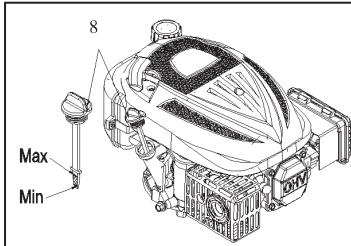

Fig. 7
- Verwijder de olievuldop / peilstok (8) en veeg deze schoon.
- Steek de olievuldop/peilstok (8) in de olievulnek, zoals getoond. Schroef de dop er echter niet in, maar verwijder de dop om het oliepeil te controleren.
- Indien het oliepeil bij of beneden de onderste peilstreep op de peilstok staat, verwijder dan de olievuldop/peilstok (8), en vul bij met aanbevolen olie tot aan de bovenste peilstreep (onderste rand van het olievulgat). Vul niet te veel bij.
- Plaats de olievuldop / peilstok (8) stevig terug. (Zie Fig. 7)